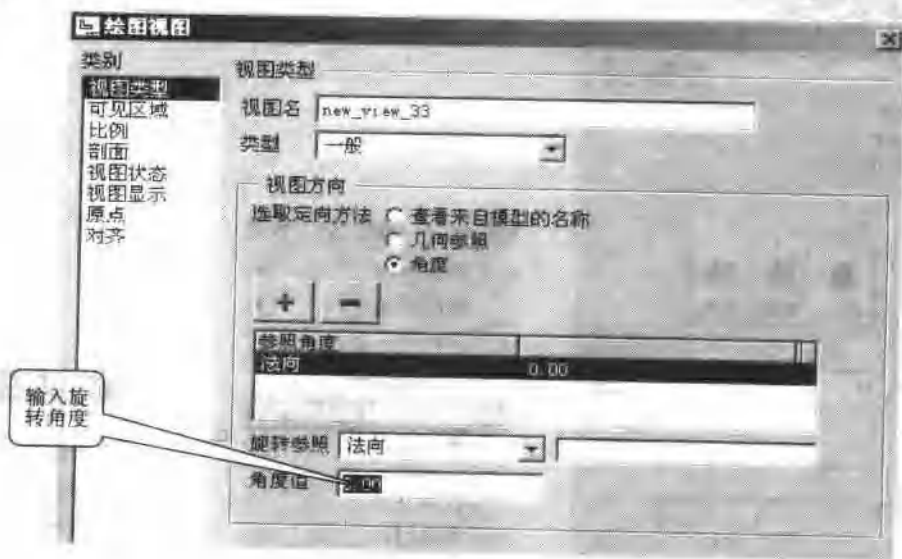

图 1-11 视图旋转对话框
5. 选取好视图方向后,系统会自己将 Pro/E 工程图转换成二维图,然后根据模型视图名选择相应的视图。如果选取的模型视图不符合三视图的要求,可以根据视图方向的角度进行调整,如图 1-11 所示。